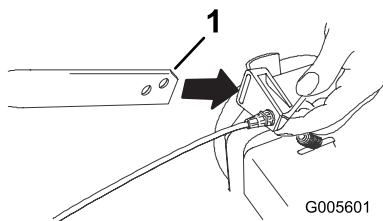

Bild 3
1. Schieben Sie den Kabelanker auf das Ende des linken unteren Griffs (Bild 3).